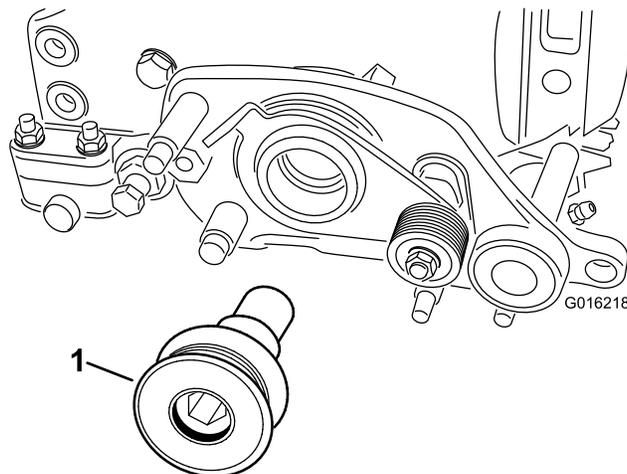

Figure 10
- Fixez la poulie d'entraînement du groomer à l'arbre du cylindre sur le côté droit, et serrez-la à 170 N·m (Figure 10).